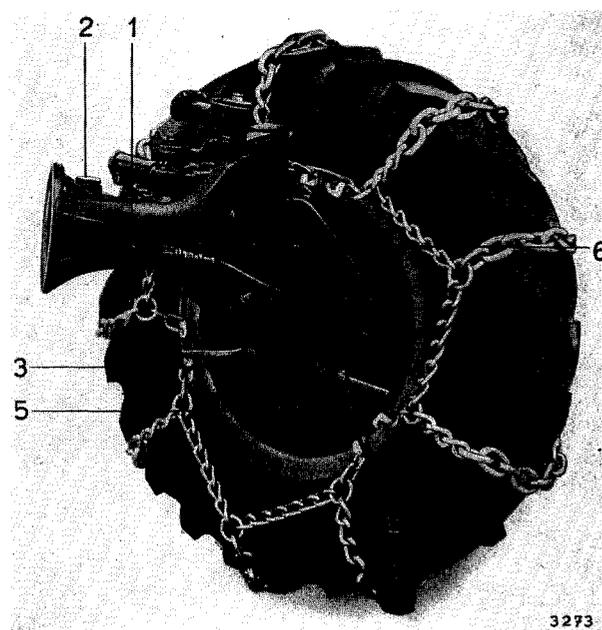

Abb. 12 Einstellung der Fußbremse
- Vierkant-Steckschlüssel am vorstehenden Ende des Nockenbolzens aufsetzen, wie Abb. 12 zeigt.